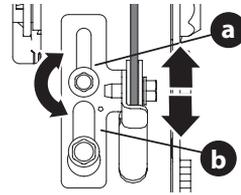

Figure 59
2. Desserrez le boulon supérieur (a) sur le support du câble de la commande d'entraînement (b). Voir Figure 59.